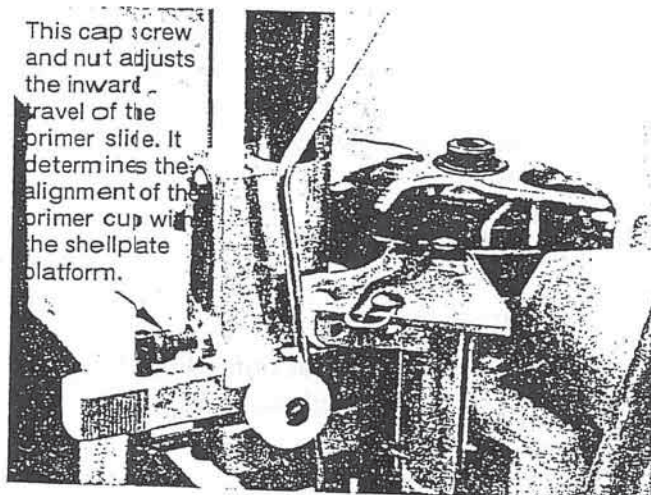
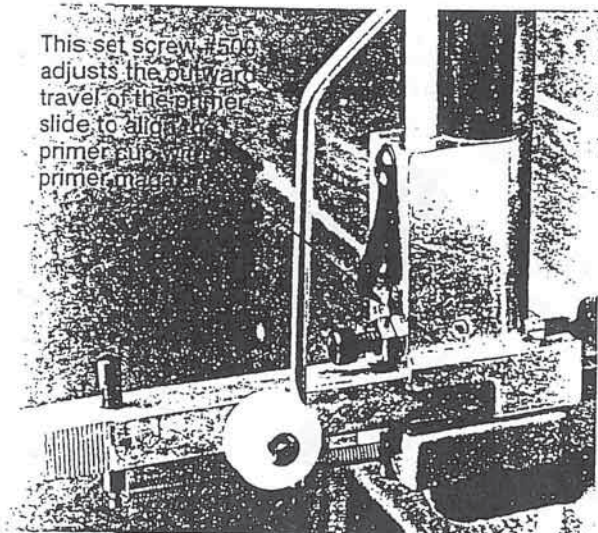
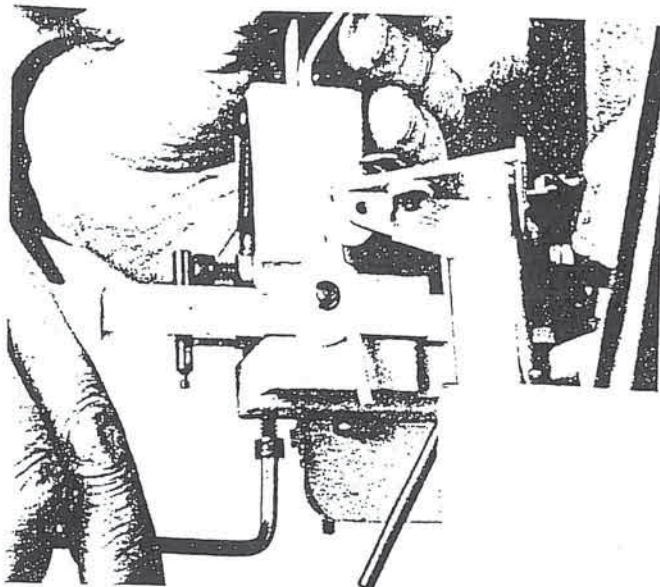

Fig. 11. Dette er riktig stilling for føringsstanga idet tennhettesleiden er helt inne, og tennhettekappen i den senkede plattformen.
Fig. 12. Føringsstanga har ført tennhettesleiden inn i tennhetteshuset hvor den automatisk plukker opp en ny hette.
Fig. 13. Fjern tennhettematchuset for å skifte tennhettesleiden. Obs. Skru ikke boltene for hardt igjen (nr. 549a).
(fig. 11). Hev og senk plattformen og merk deg posisjon til tennhettekappen (nr. 525) når den entrer plattformen. Tennhettekappens posisjon justerer du med justeringsskrue (nr. 549) (fig. 12). Fjern de to skruene fra ramma (se fig. 13). Fjern fjæra, og ta ut tennhettesleiden. Monter den nye ved å gjøre dette motsatt. Føringsstangen monteres mellom de to hvite trinsene for du får brukt tennhettesleiden (fig. 11). Skru av den seraterte mutteren (nr. 536 a) og skift ut det store tennhettemagasinet med det lille (fig. 14). Tennhettemagasintuppen er sort og har et føringsspor på siden for å sikre riktig posisjon. Skru på igjen den seraterte mutteren. Ikke fyll i tennhetter før alt er ferdig montert.
Velg riktig plukkerør (fig.12), og fyll det ved å plassere den fjærbelastede plastiktuppen over den blanke siden av tennhettene og press ned.
A. Tennhetter som settes i feil kan forårsakes av at settskrue (500) i tennhetteblokka ikke er riktig justert (fig 12)